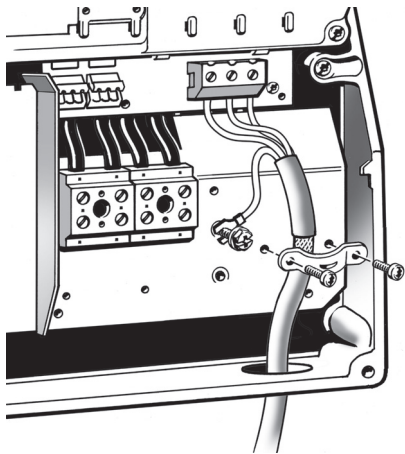

Рис. 15 Подключение двигателя, корпуса В1 и В2
- Подключите заземляющий провод к клемме 99 (PE). См. рис. 15.
- Подключите провода двигателя к клеммам 96 (U), 97 (V), 98 (W).